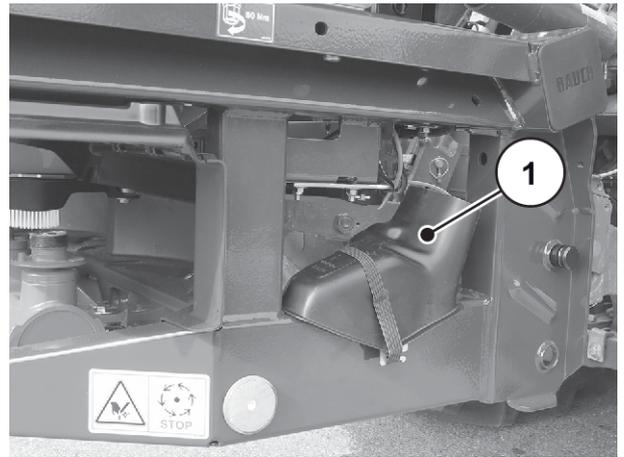

Abb. 33: Lage der Abdrehrprobenrutsche
- Abdrehprobenrutsche bereitstellen. Siehe *Abb. 33 Lage der Abdrehprobenrutsche*